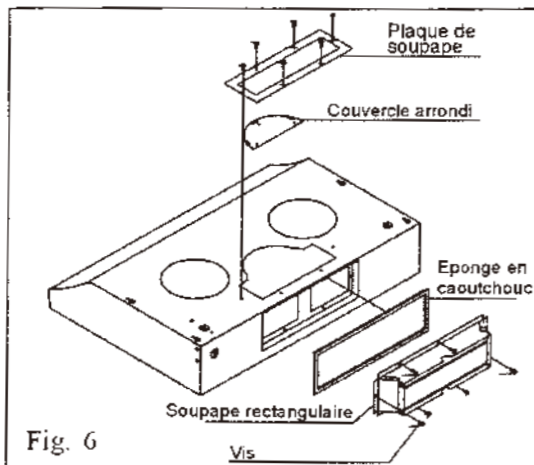

Fig. 6
- Mettre en place le couvercle arrondi et la plaque métallique rectangulaire et les visser sur l'aspirail (au dessus). Puis mettre en place la soupape rectangulaire et la visser au dos de l'aspirail à l'aide de vis de dimensions 5/16''L x 5/32''D. (Fig.6)